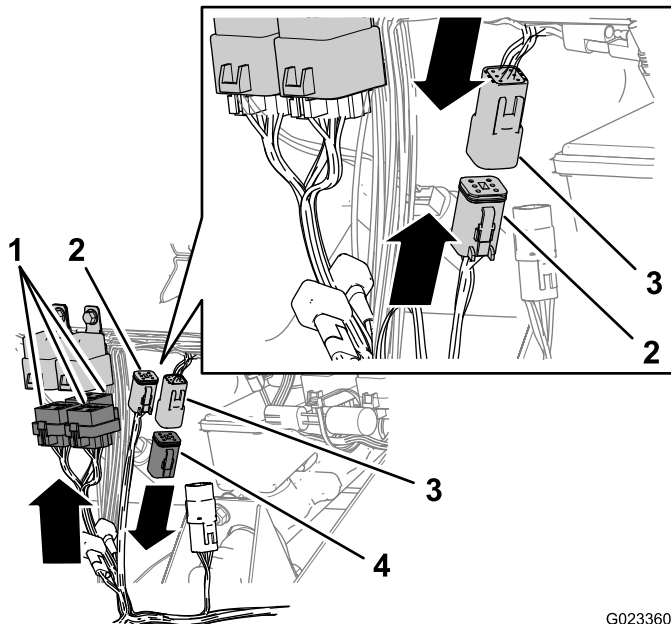

Figura 23
1. Dirigete la diramazione del cablaggio preassemblato con i 3 connettori con 5 prese ciascuno (Figura 23) sui relè installati al passaggio 6 **Montaggio dei relè** (pagina 7).
2. Collegare i connettori a 5 prese ai relè (Figura 23).
3. Rimuovete la resistenza dal connettore a 6 pin del circuito pull-up dell'acceleratore a mano (Figura 23).
4. Collegare il connettore a 6 pin del circuito pull-up dell'acceleratore a mano del cablaggio preassemblato della macchina al connettore a 6 prese del circuito pull-up dell'acceleratore a mano del cablaggio preassemblato dell'acceleratore a mano (Figura 23).